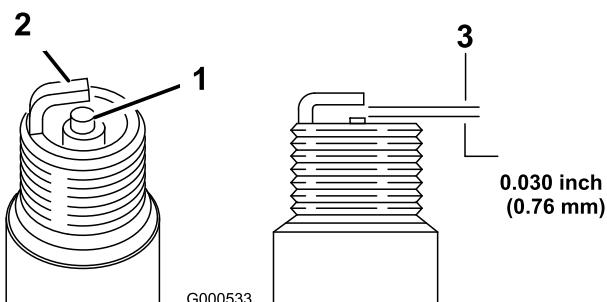

Figure 34
1. Examinez le centre de la bougie (Figure 34). Si le bec de l'isolateur est recouvert d'un léger dépôt gris ou brun, le moteur fonctionne correctement. S'il est couvert d'un dépôt noir, c'est généralement signe que le filtre à air est encrassé.
2. Contrôlez l'écartement entre l'électrode centrale et l'électrode latérale (Figure 34). Courbez l'électrode latérale (Figure 34) si l'écartement est incorrect.